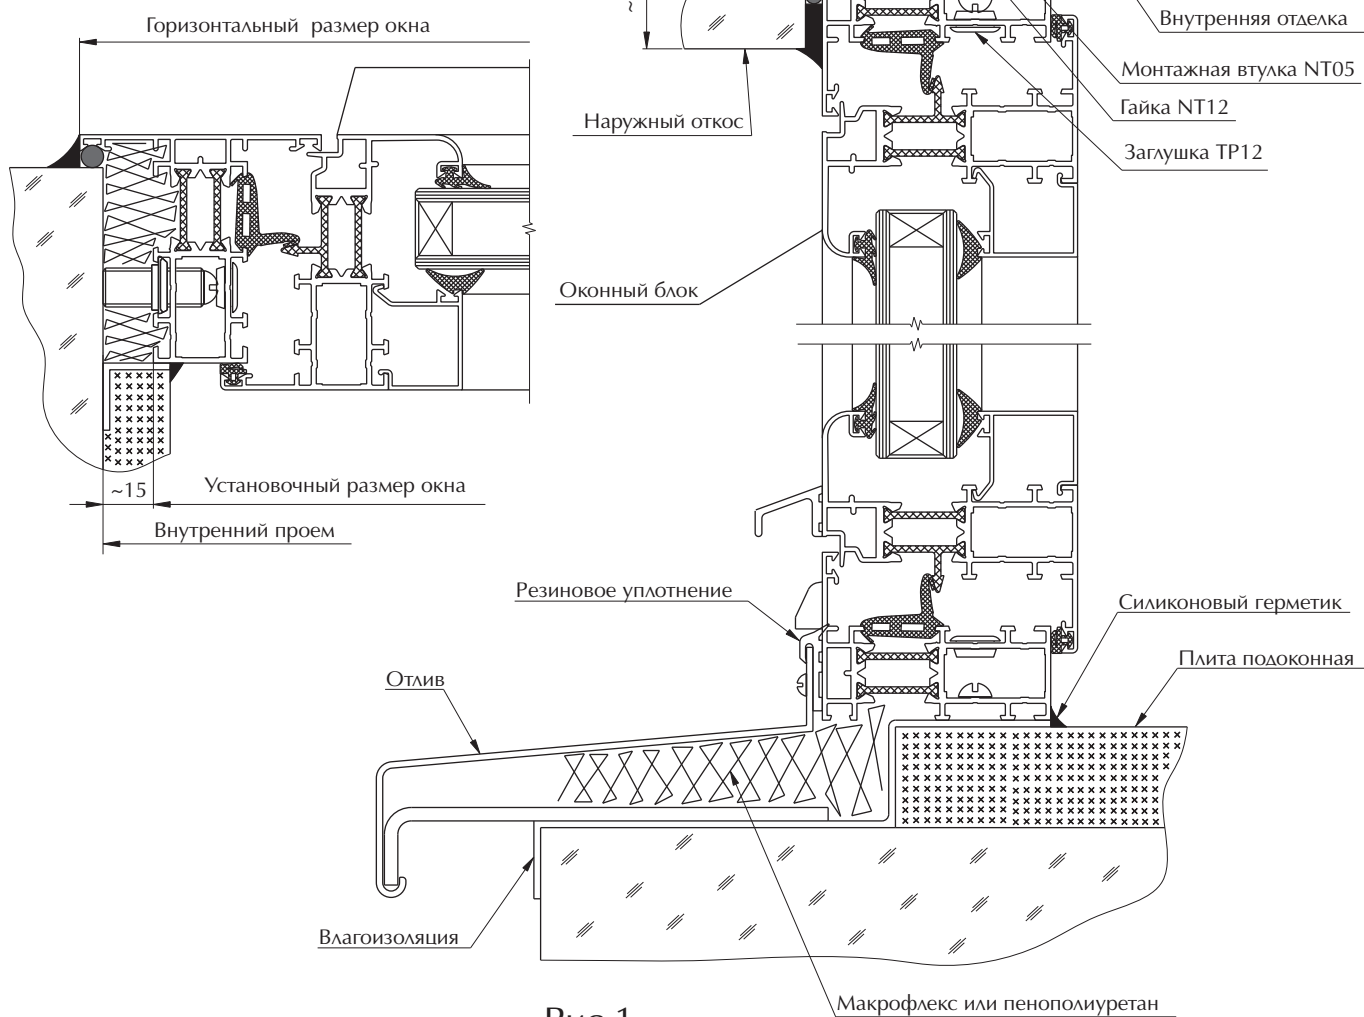

Рис.1
1. Перед установкой окна необходимо измерить размеры проема. Т.к. формы проемов могут быть разные, то существуют различные варианты конструкции окон и их установки (в качестве примера на рис.1 приведены два наиболее характерных варианта установки). Горизонтальные размеры оконного блока должны быть больше наружного проема на 40 - 80 мм. (в среднем 60 мм.) и оконный блок должен заходить за верхний наружный откос на 30 мм. (см. вариант 1 на рис.1). Для 2-го варианта - установочный размер оконного блока должен быть меньше внутреннего проема на 30-40 мм.
9. Заполнить пустоты между оконным блоком и проемом монтажной пеной (макрофлекс или пенополиуретан), в местах примыкания изделия и оконного проема установить резиновое уплотнение, все зазоры заполнить силиконовым герметиком (см. Рис.1) (герметик выбирается в зависимости от условий эксплуатации, назначения и цвета изделия). Работы с вышеуказанными материалами проводить в соответствии с прилагаемыми к ним инструкциями. Не допускается наличие незаполненных пустот и щелей.